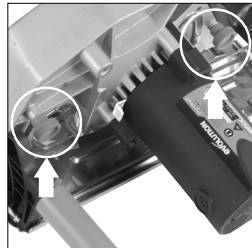

Fig. 1
2. Rimuovere il raccoglitore di trucioli dalla macchina svitando le (2) grandi viti ad alette. (Fig. 1)